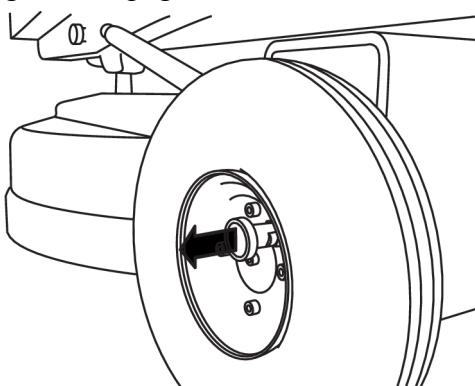

Figura 4-3. Desacoplar ruedas
- Desacoplar las ruedas tirando del pasador de bloqueo recto hacia afuera, ver Figura 4-3, página 19.
Girar la manivela en la parte delantera de la rueda de apoyo para ajustar la altura e inclinar la máquina para separar el cabezal de pulido de la base. La pulidora se puede trasladar empujándola a mano por detrás. Comprobar que el bloqueo de ruedas está desacoplado, según Figura 4-3, página 19.